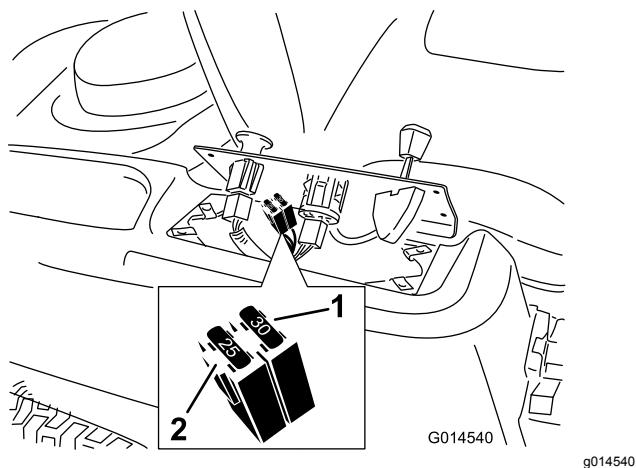

Figura 50
2. Sollevate la plancia per accedere al cablaggio preassemblato principale e al portafusibili (Figura 50).
3. Per sostituire un fusibile, tiratelo ed estraetelo dall'attacco (Figura 50).